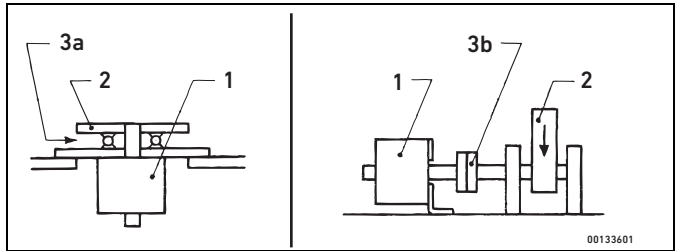

Fig. 3: Distribución de cargas elevadas
- ▶ Asegúrese de que no se sobrepasan los valores máximos que se indican en los datos técnicos para la presión de funcionamiento y para la carga de cojinete axial y radial. En el caso de elevadas cargas, se debe distribuir la carga. Véase la Fig. 3, carga axial (izquierda) y carga radial (derecha).